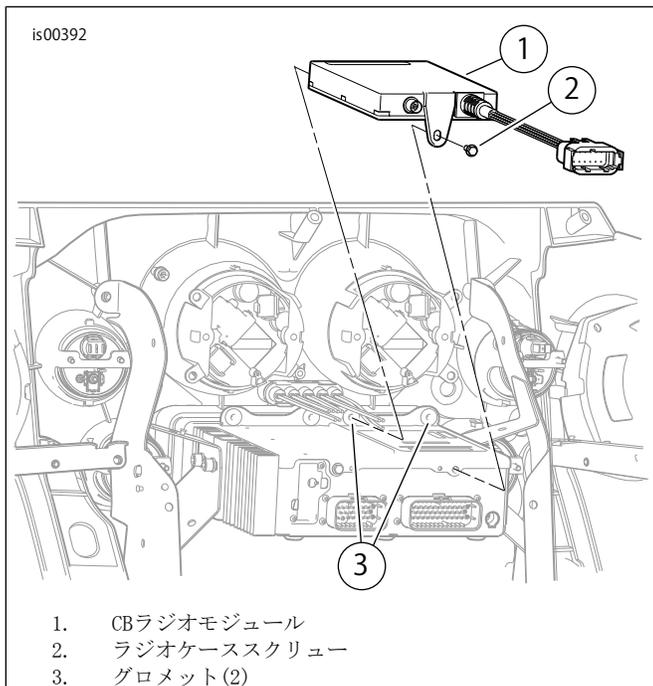

図1. CBラジオモジュールの取り付け
3. 「図1」を参照してください。AM-FMラジオケースの上部にCBラジオモジュール(1)を配置します。